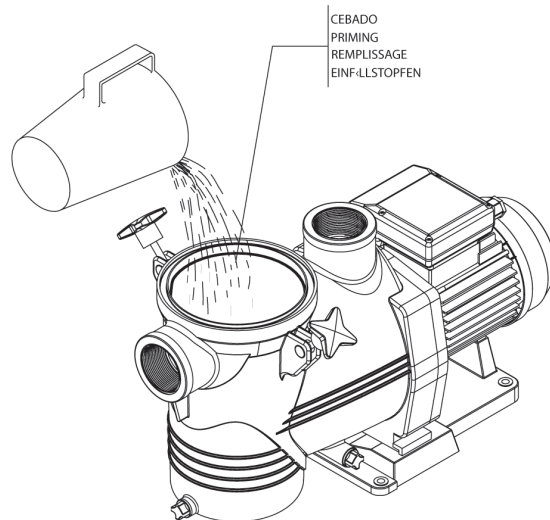

Fig.3
- Para el correcto funcionamiento de la bomba se debe de proceder al cebado del prefiltro de la bomba hasta que el agua aflore por el conducto de aspiración.( Fig.3).
- Las bombas en ningún caso pueden trabajar sin haber llenado previamente el prefiltro de agua, ya que de lo contrario, ello puede dañar la junta mecánica provocando pérdida de agua por ésta. (Fig.3)